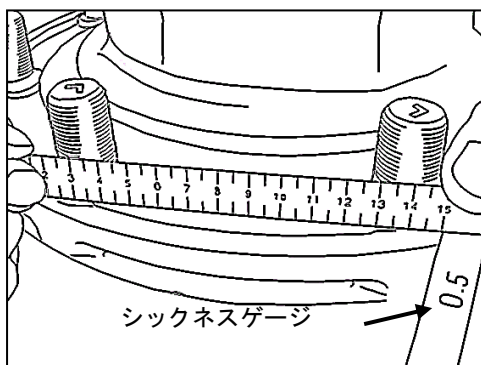

図 3
- 1) 上記1の点検に加え、スピンドルのインナー・ベアリングおよびアウター・ベアリング挿入部径①および②の測定を図3に示す要領でマイクロメーター等を用いて行う。
2. 2 箇所未摩耗部に直定規を渡し、外側の脇にて段差を計測する。（図 3）